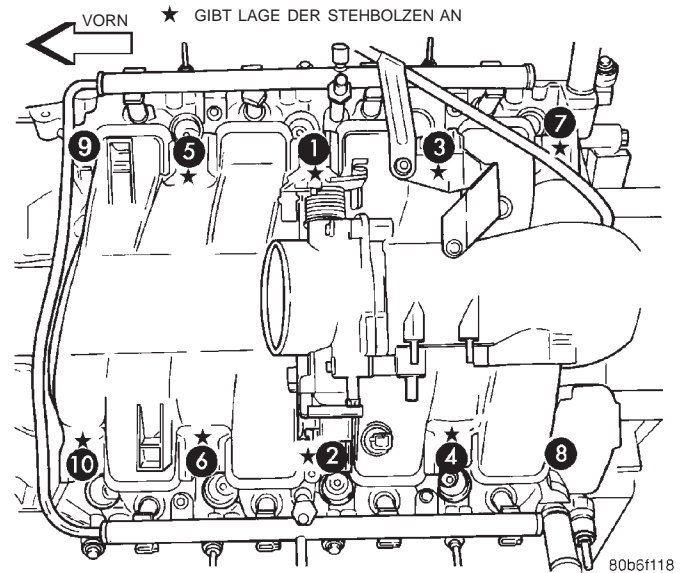

Abb. 43 Reihenfolge beim Festziehen der Krümmerschrauben
(12) Zündspulenanschlüsse abklemmen und ausbauen.
(13) Obere Befestigungsschraube des Peilstabrohrs und Masseband ausbauen.
(14) Kraftstoffanlage entleeren. Näheres hierzu siehe "Kraftstoffanlage".
(15) Kraftstoffverteilerrohr ausbauen.
(16) Drosselklappengehäuse und Halterung ausbauen.
(17) Kühlmittel ablassen. Näheres hierzu siehe "Kühlsystem".
(18) Kühlmittel-Temperaturfühler ausbauen. Näheres hierzu siehe "Kraftstoffanlage".
(19) Dichtung zwischen Windlauf und Haube entfernen. Näheres hierzu siehe "Karosserie".
(20) Hebelbolzen auf der rechten Motorseite ausbauen.
(21) Befestigungsschrauben des Ansaugkrümmers in
(22) umgekehrter Anzugsreihenfolge herausdrehen (Abb. 43).
(1) Ansaugkrümmerdichtungen auflegen.
(2) Ansaugkrümmer einbauen.
(3) Befestigungsschrauben des Krümmers eindrehen und mit einem Anzugsmoment von 12 N·m (105 in. lbs.) in der in (Abb. 43) gezeigten Reihenfolge festziehen.
(4) Bänder/Funkentstörung auf beiden Seiten anschließen.
(5) Drosselklappengehäuse einbauen.
(6) Gaszughalterung montieren.
(7) Gaszug und Seilzug/Tempomat am Drosselklappengehäuse einhängen.
(8) Kraftstoffverteilerrohr montieren.